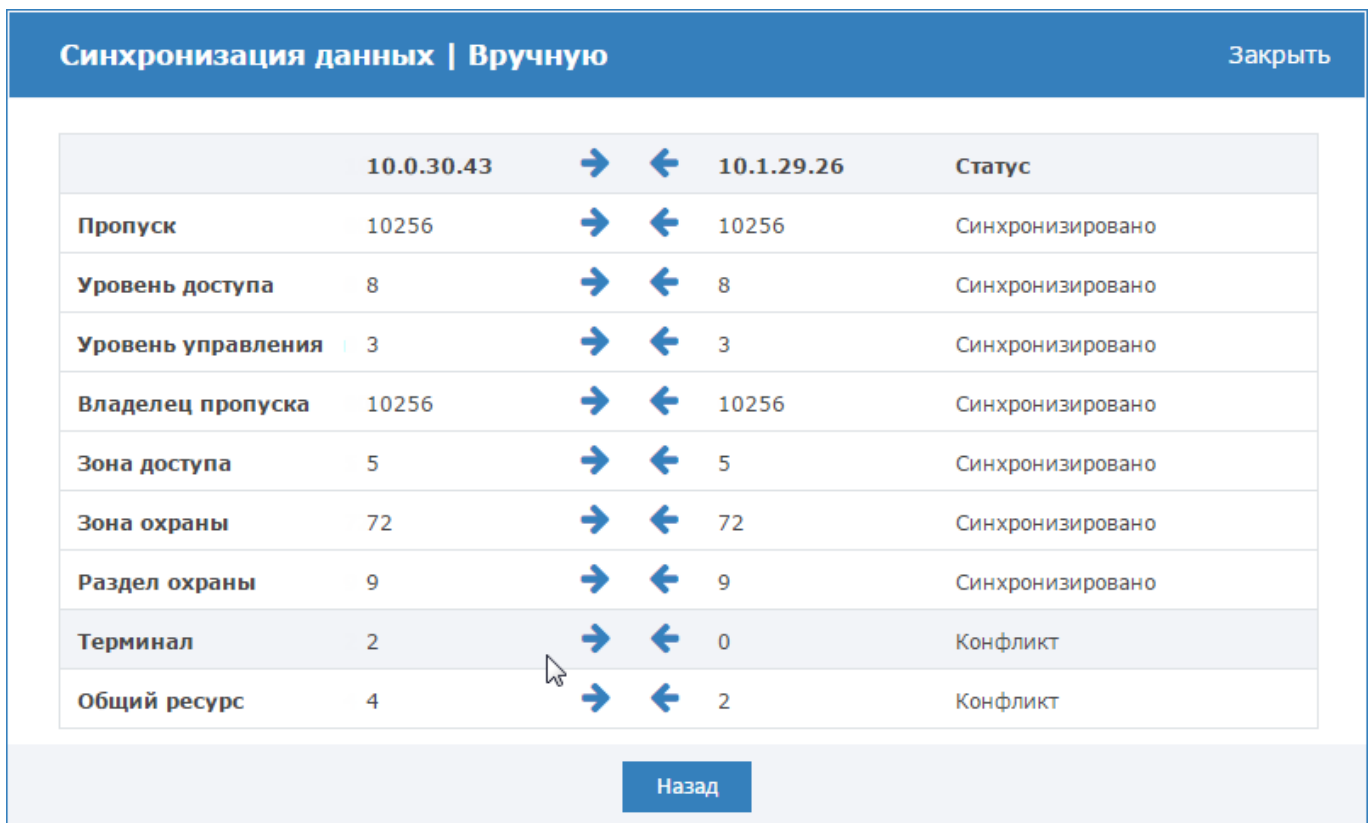

Рисунок 10.76 — Синхронизация данных по типам
- Для синхронизации данных выберите любую пару узлов (нажмите в требуемой ячейке таблицы и в следующем окне с помощью стрелок влево и вправо выполните синхронизацию по требуемым типам данных (рисунок 10.76).